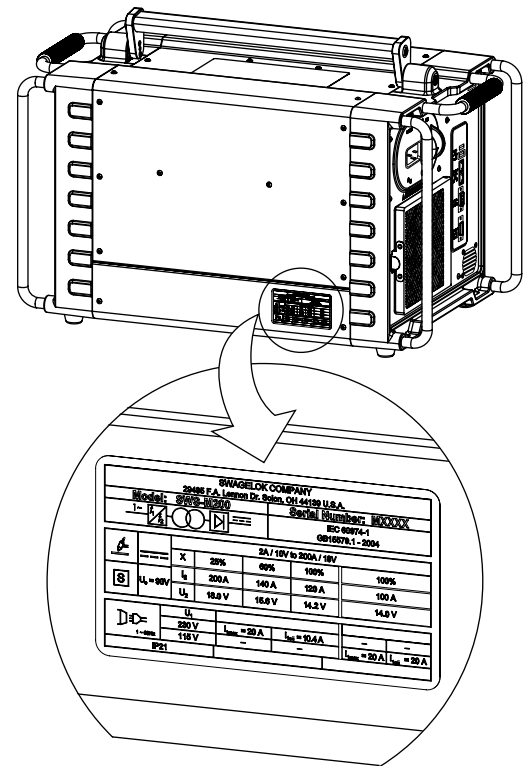

Abb. 5: Typenschild des M200-Netzteils
3. Tragen Sie die Modellnummer und die Seriennummer vom Typenschild an der Rückseite des M200-Netzteils (Abb. 5), sowie das Lieferdatum auf dem Garantie-Informationsblatt des M200-Netzteils und auf dem Registrierungs-Informationsblatt auf Seite 17 ein. Senden Sie das Garantie-Informationsblatt an Ihren autorisierten Swagelok-Vertreter, damit der Garantieanspruch in Kraft tritt.
Bitte nehmen Sie sich einige Minuten Zeit, um die folgenden Informationen einzutragen. Die Modellnummer und die Seriennummer sind auf dem Typenschild auf der Rückseite des M200-Netzteils (siehe Abb. 5) vermerkt.